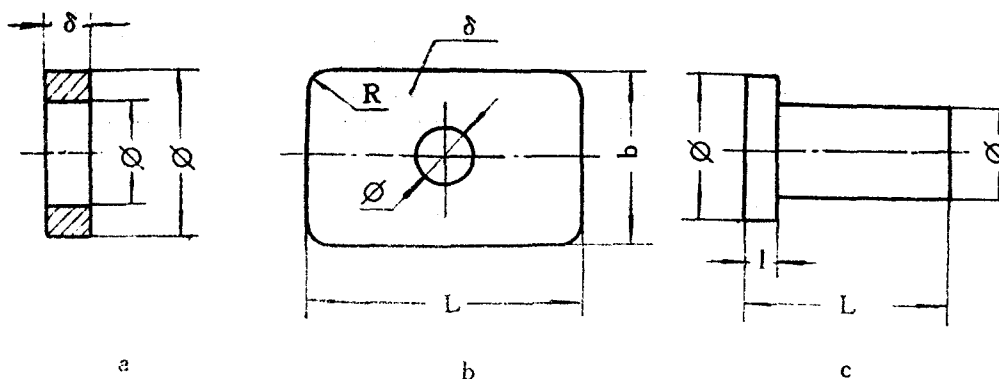

图 6
4.2 简单零件在已能正确、完整、清晰地表达零件的内外形状和结构时，允许只绘一个视图（图 6）。